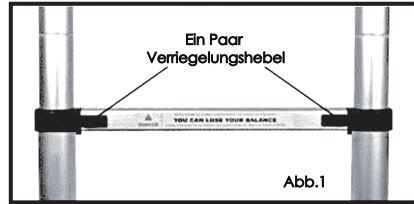

Abb.1
- Elk mechanisme is verbonden met een vergrendelingshendel die aan de buitenkant zichtbaar is (zie Fig.1).
- Jeder Mechanismus ist mit einem von außen sichtbaren Verriegelungshebel verbunden (siehe Abb. 1).
- Chaque mécanisme est relié à un levier de verrouillage visible de l'extérieur (voir Fig.1).